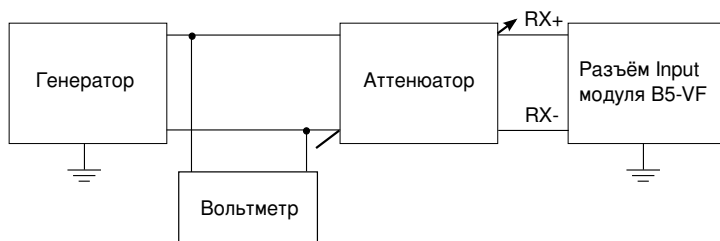

Рис. 10.5. Схема подключения
2) Определение основной абсолютной погрешности измерения уровня сигнала ИУ в диапазоне $-5...-45$ дБ проводят методом сравнения показания поверяемого прибора с эталонным вольтметром и аттенюатором. Схема подключения прибора приведена на рис. 10.5.